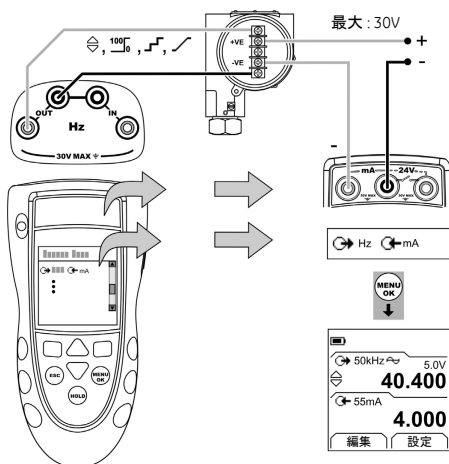

図 3：構成例—外部ループ電源を使用するトランスミッタ校正
1. 本計器を接続し(図 3 または 4)、必要に応じてセットアップ(表 1)を行います。